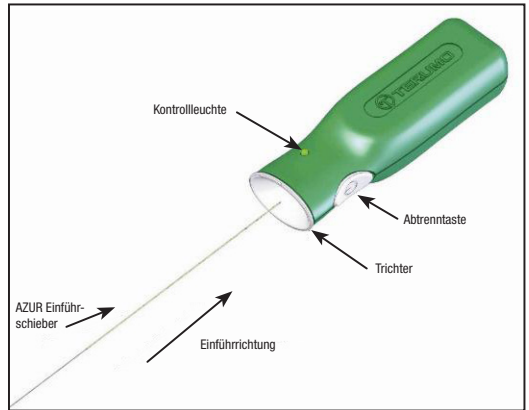

Abbildung 2 – AZUR Abtrennregler
15. Vor der Verwendung des Produkts das proximale Ende des Einführschiebers aus der spiralförmigen Verpackung entnehmen. Darauf achten, dass dieses Ende des Einführschiebers nicht mit Fremdstoffen wie Blut oder Kontrastmittel verunreinigt wird. Das proximale Ende des Einführschiebers fest in den Trichterabschnitt des AZUR Abtrennreglers einführen (siehe Abbildung 2). **Zu diesem Zeitpunkt nicht den Abtrennkopf drücken.**
36. Das proximale Ende des Einführschiebers mit dem AZUR Abtrennregler verbinden, indem das proximale Ende des Einführschiebers fest in den Trichterbereich des AZUR Abtrennreglers eingebracht wird (siehe Abbildung 2).